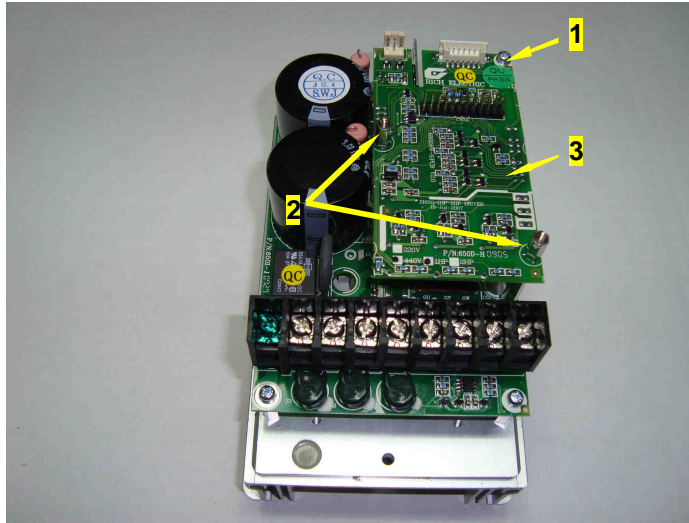

Рис. 6.11
6.6.3. Отвернуть винт 1, две стойки 2, демонтировать плату драйверов 3 (рис. 6.11) и положить ее в тару.